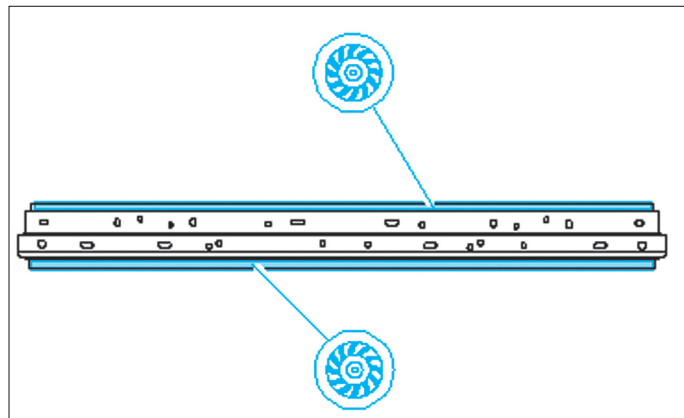

FIG. 45
- Préparer les zones d'accostages, et appliquer un apprêt soudable (Fig.45).